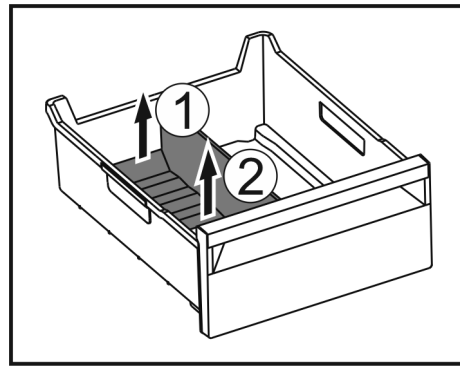

Fig. 113
- ▶ Hinteren Teil des Eisfach-Trenners anheben. Fig. 113 (1)
- ▶ Eisfach-Trenner nach oben entnehmen. Fig. 113 (2)